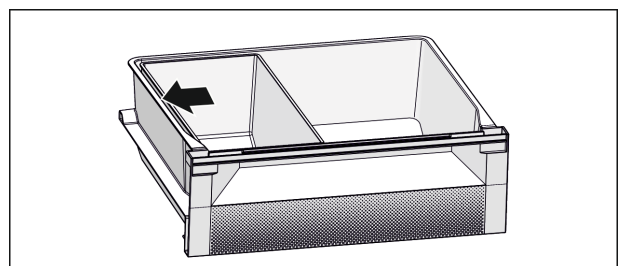

Fig. 7
- Saat optimaalisen jäähdystystehon seuraavasti: Sijoita Fish & Seafood -laatikko paikalleen kuvan mukaisesti (katso Fig. 7).